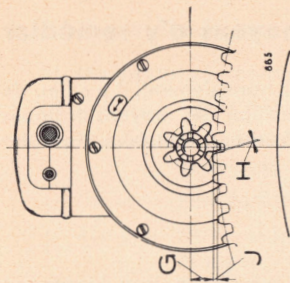

Fig. 11
**Distances entre les axes.** (Voir fig. 11, 12 et 13 ainsi que le tableau page 13.) Afin d'obtenir un fonctionnement silencieux du démarreur, il faut avoir entre les dents un jeu H correspondant au module; c'est-à-dire que les diamètres primitifs du pignon et de la couronne dentée ne doivent pas se toucher mais doivent au contraire présenter une distance J. La distance entre l'axe du démarreur et celui de la couronne dentée est calculée d'après la formule suivante: